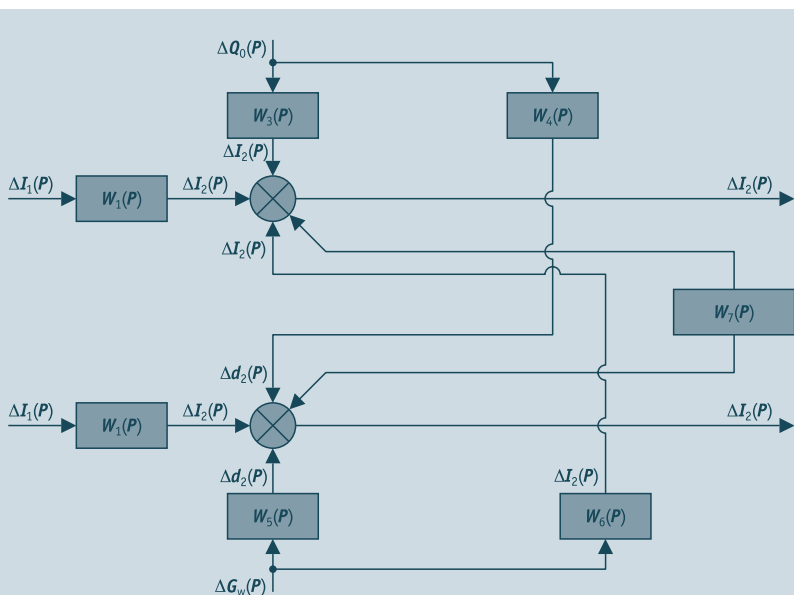

Рис. 3. Структурная схема воздухоохладителя
Структурная схема ВО, как объекта автоматизации, соответствующая модели (6), показана на рис. 3.